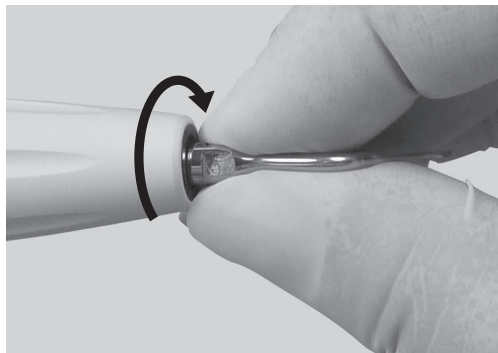

Fig. 15
- 1) Innanzitutto, avvitare leggermente la punta con le mani. (Fig. 15)